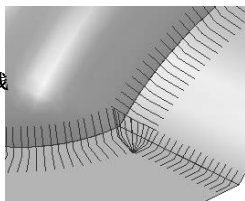

图 4-139 缝合
- 2) 缝合：横切零件角落线生成等高层切清角刀具路径，如图 4-139 所示。